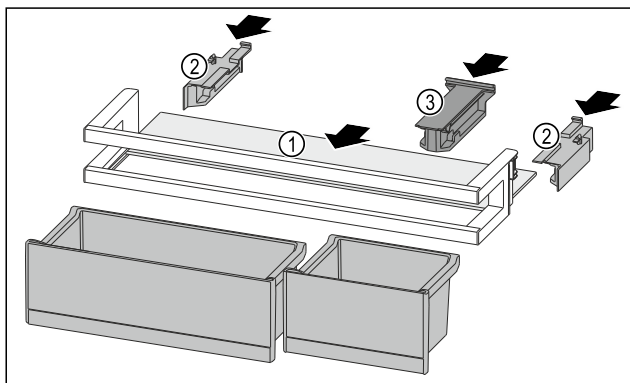

Fig. 203
- Abstellfläche Fig. 203 (1) in die seitlichen Aussparungen einschieben.
- Seitenteile Fig. 203 (2) einsetzen.
- Halteteil Fig. 203 (3) einsetzen.